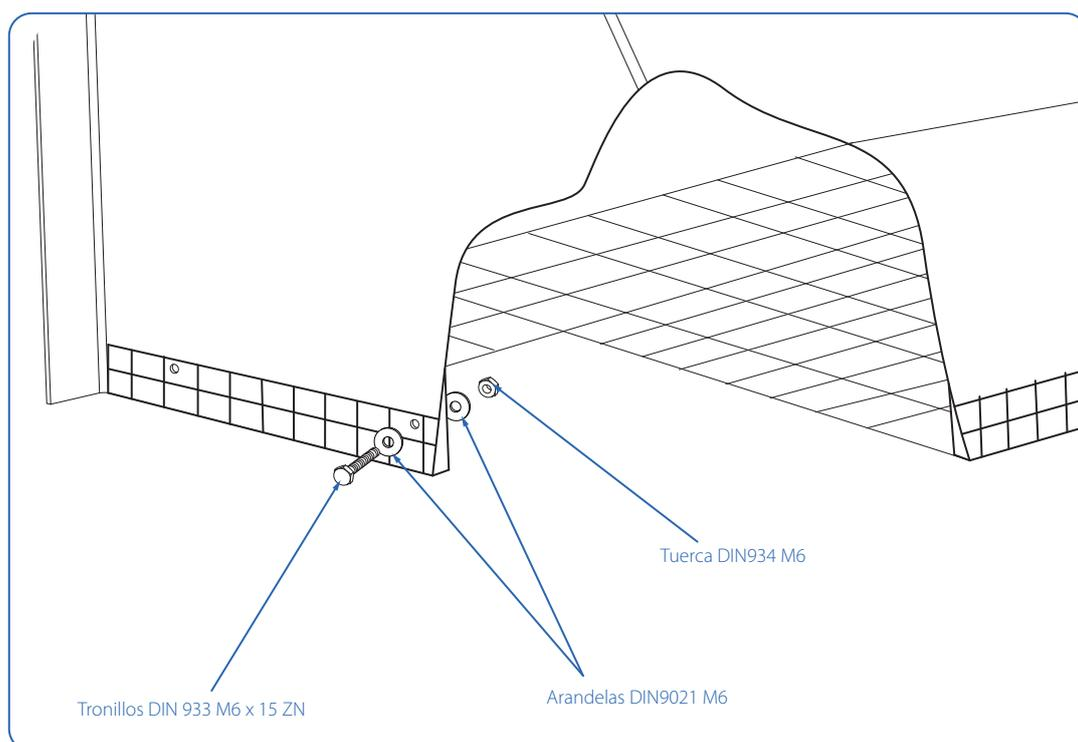

Fig. 07. Tornillería para la sujeción de la malla al cubreventanas.
- Sujetar la malla al cubreventanas con un tornillo DIN933 M6 x 15 ZN, dos arandelas DIN9021 M6 (una por la parte de dentro y otra por la parte de fuera) y con una tuerca DIN934 M6 (por dentro del cubreventanas). (Fig. 07)